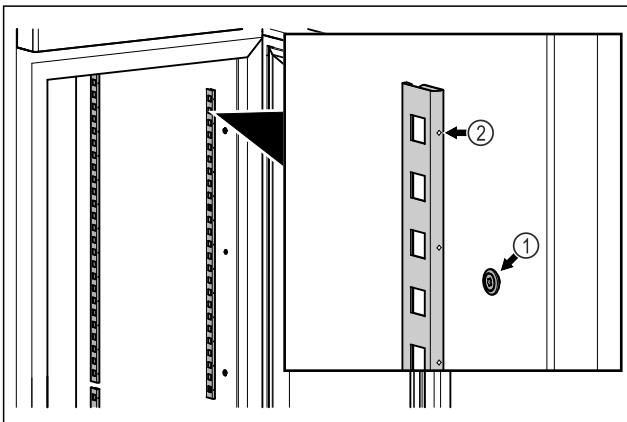

Fig. 79 Illustratīvs attēlojums
- Iekabinet aizturu līstes viru mehānismā Fig. 79 (1). Atzīmei Fig. 79 (2) jābūt vērstai virzienā uz priekšu.